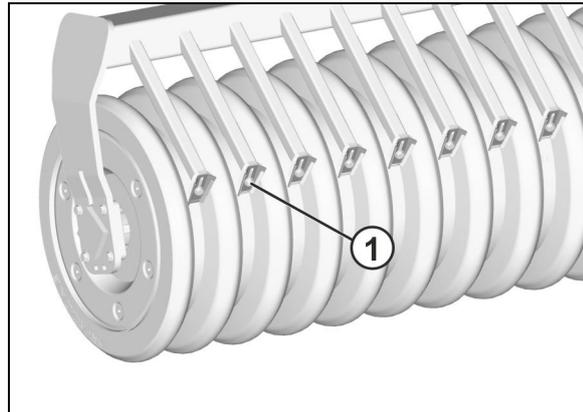

Fig. 43
2. Tirar del perno (Fig. 43/1).